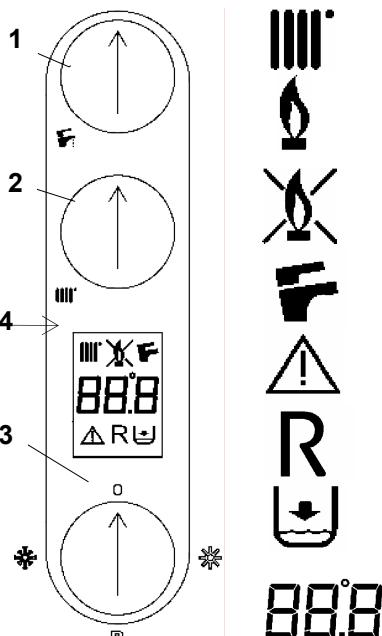
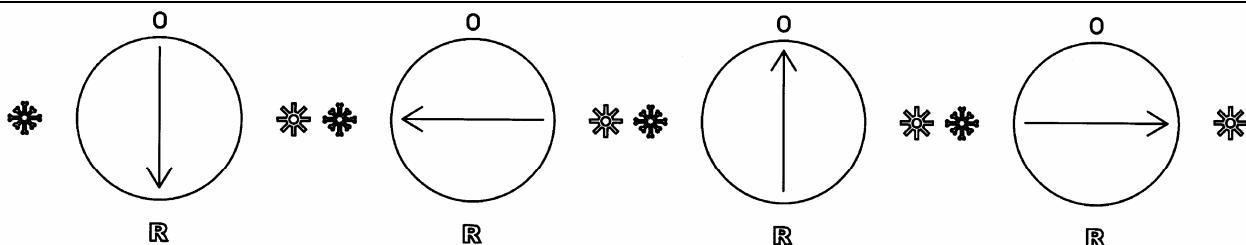

Рис.1
Рис.2
4) поставить переключатель режимов соответственно на летний (*) или зимний (*) режим (Рис.2)
Для регулировки температуры в комнате, можно использовать комнатный термостат. Если комнатный термостат не установлен, температуру в комнате можно изменять регулятором температуры воды в системе отопления (позиция 2, рис.1). Для увеличения температуры поверните регулятор по часовой стрелке, для уменьшения – против часовой стрелки. Электронная модуляция обеспечивает нагрев воды до установленной температуры, изменения подачу газа к горелке в зависимости от реальной потребности в теплообмене.
Газовый клапан оборудован электронной системой регулировки силы пламени, действующей в зависимости от положения регулятора температуры (позиция 1, рис.1) и количества отбираемой из кранов воды. Эта электронная система позволяет поддерживать температуру выходящей из котла воды постоянной также и при малом количестве отбираемой воды. Чтобы увеличить температуру, поверните регулятор по часовой стрелке, а чтобы уменьшить – против часовой стрелки.
Необходимо, чтобы во время этой операции регулятор режимов (Рис.2) находился в положении OFF (0).
Для выключения котла необходимо отключить электропитание прибора. Когда переключатель режимов (Рис.2) находится в положении «0» котел выключается (на дисплее высвечивается надпись OFF), но электрический контур котла остается под напряжением и активизируется функция «защита от замерзания» (параграф 8).
Для перезапуска котла установите переключатель режимов (Рис.2) на 2 сек в положение «R». При повторных срабатываниях данного устройства обратитесь в обслуживающую организацию.
ВНИМАНИЕ: Для осуществления новой попытки перезапуска котла необходимо установить переключатель режимов (Рис.2) на несколько секунд в положение OFF. Возможно осуществить только 5 попыток перезапуска котла, затем котел блокируется.
Внимание! Если переключатель режимов (Рис. 2) находится в положении "зима" (), возможно, придется подождать несколько минут при каждом срабатывании регулятора температуры системы отопления (позиция 2 Рис.1). Чтобы горелка повторно загорелась без задержки, переведите переключатель режимов в положение "0" и затем снова в положении "зима" ().